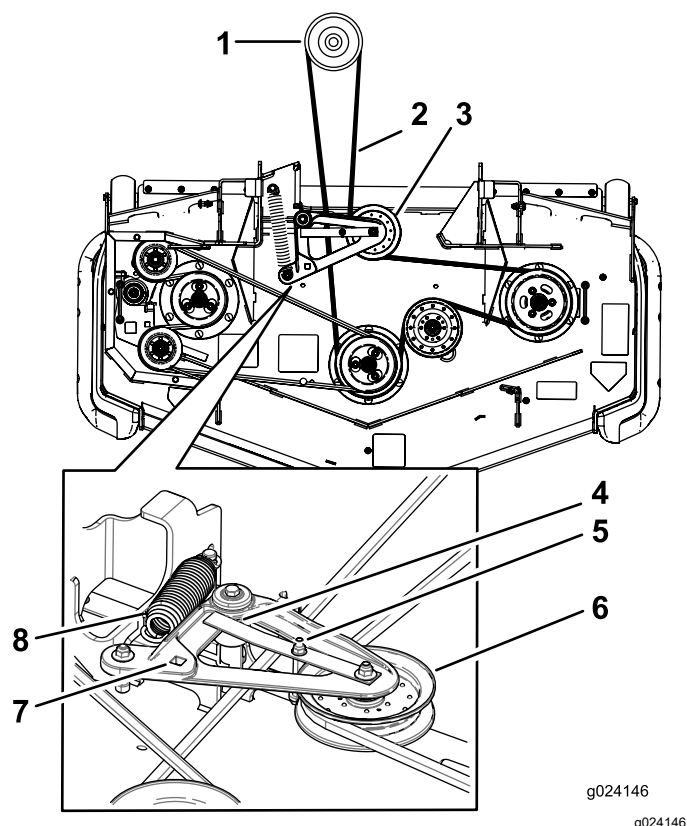

Figure 95
7. Insérez un rochet dans le trou carré du bras de la poulie de tension pour détendre le ressort de la poulie de tension (Figure 95).
9. Acheminez la courroie neuve autour des poulies du tablier de coupe et de la poulie d'embrayage, sous le moteur (Figure 95).
10. Tournez et vérifiez que la patte du guide-courroie vient frapper le moyeu de pivot (Figure 95).
11. Insérez le rochet dans le trou carré et chaussez la courroie sur la poulie de tension à ressort (Figure 95). Engagez les extrémités du ressort dans les rainures d'ancrage.